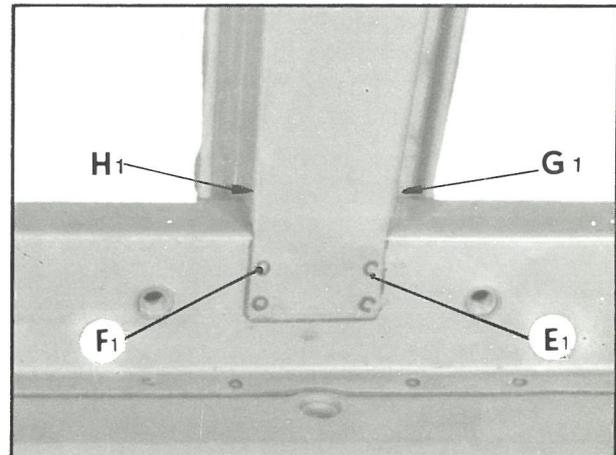

Fig. 6
- en* E₁ et F₁ (fig. 6) (deux points)
- en* H₁ et G₁ (fig. 6) (deux points)